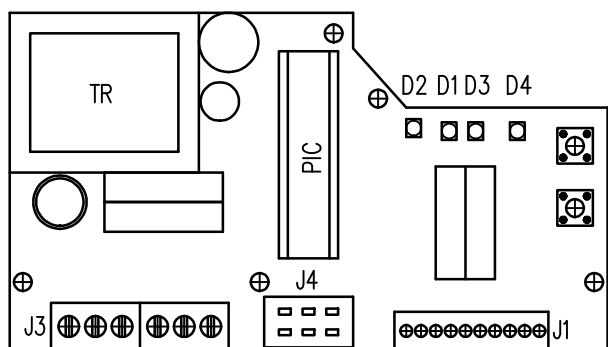

Рис.10
4.7 Настройка регулятора положения (рис.10)
Размещение устанавливающих и сигнализирующих элементов на доске регулятора REGADA находится на рис.10: